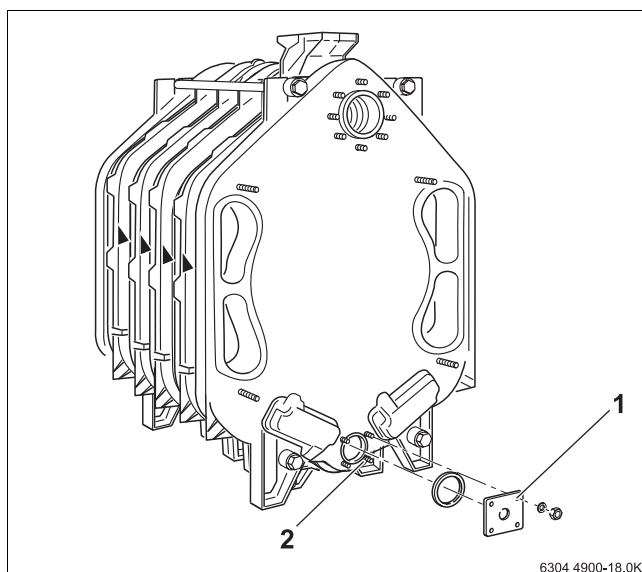

Fig. 23 Montaggio della flangia
- ▶ Far defluire l'acqua dal rubinetto di carico e scarico (→ fig. 23, [1], pag. 18) a monte del raccordo lato acqua o in caso di collegamento del mozzo non a tenuta.